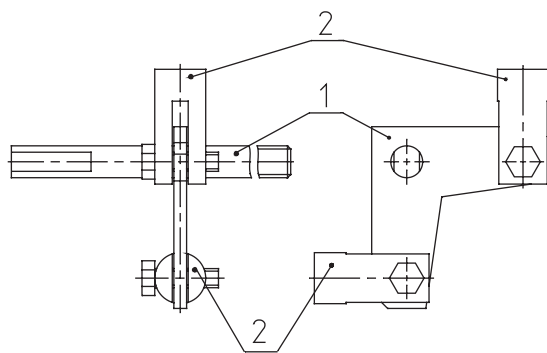

Рисунок 21
- На рычаг 1 установить втулки 2 (рис. 21). Крепить болтами М6х20 (втулка не должна защемлять рычаг).